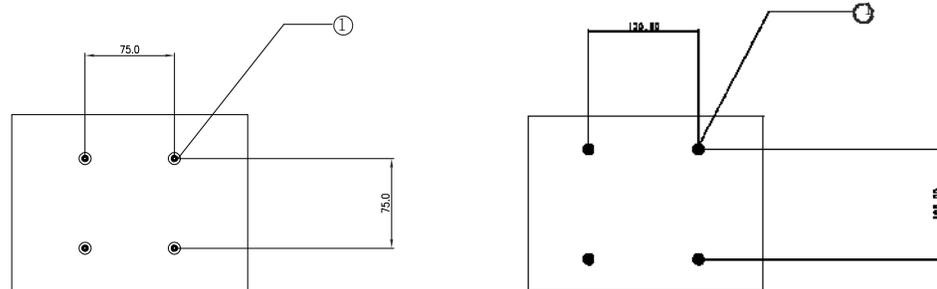

Abbildung 2-2: Rückseitige Befestigung (nicht maßstabsgetreu)
- 3 Montieren Sie den Monitor wie in *Abbildung 2-2* gezeigt an der Wand. Führen Sie das Kabel durch die Öffnung der Kabelführung.